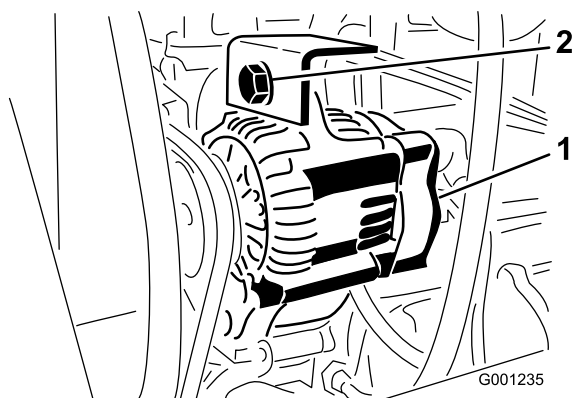

Figure 75
2. Desserrez le boulon de montage de l'alternateur (Figure 75).
3. Augmentez ou diminuez la tension de la courroie d'alternateur et resserrez le boulon de montage (Figure 75).